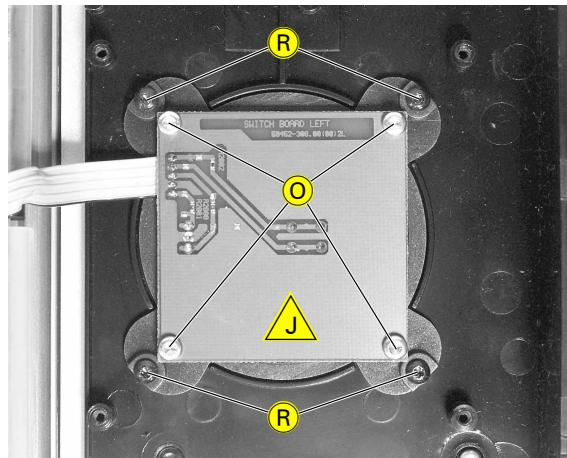

Fig. 7
- 4 Schrauben  herausschrauben und Tastenplatte herausnehmen (Fig. 7).
- 4 Schrauben  herausschrauben und Tasten herausnehmen (Fig. 7).
- Undo 4 screws  and remove the Switch Board (Fig. 7).
- Undo 4 screws  and remove the buttons (Fig. 7).